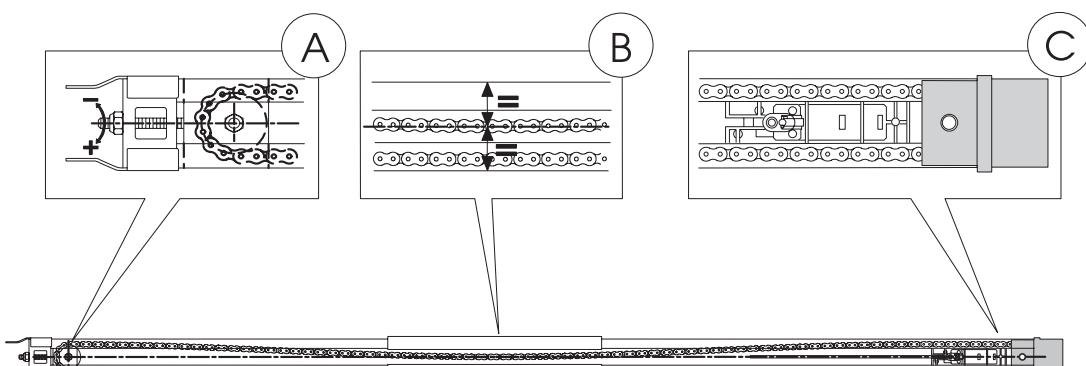

Abb. 8
- 5) Die Gleitführung auf die Seite legen (Abb. 8).
- 6) Den Schlitten in die Nähe der Zugkupplung schieben (Abb. 8 Bez. C).
- 7) Den Spanner (Abb. 8 Bez. A) so einstellen, dass der mittlere Bereich der Schleife (bestehend aus dem oberen Kettenzentrum) in etwa mit der Mittellinie der Gleitführung übereinstimmt (Abb. 8 Bez. B)